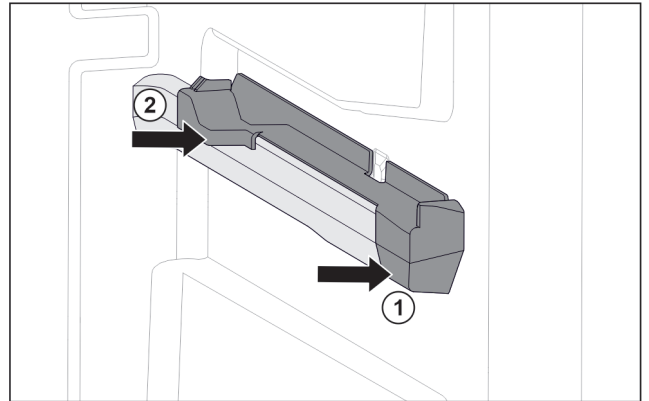

Fig. 119 Insteeklement op rechter containerrib
- ▶ Insteeklement voor tegen containerrib plaatsen. Fig. 119 (1)
- ▶ Insteeklement achter aandrukken. Fig. 119 (2)